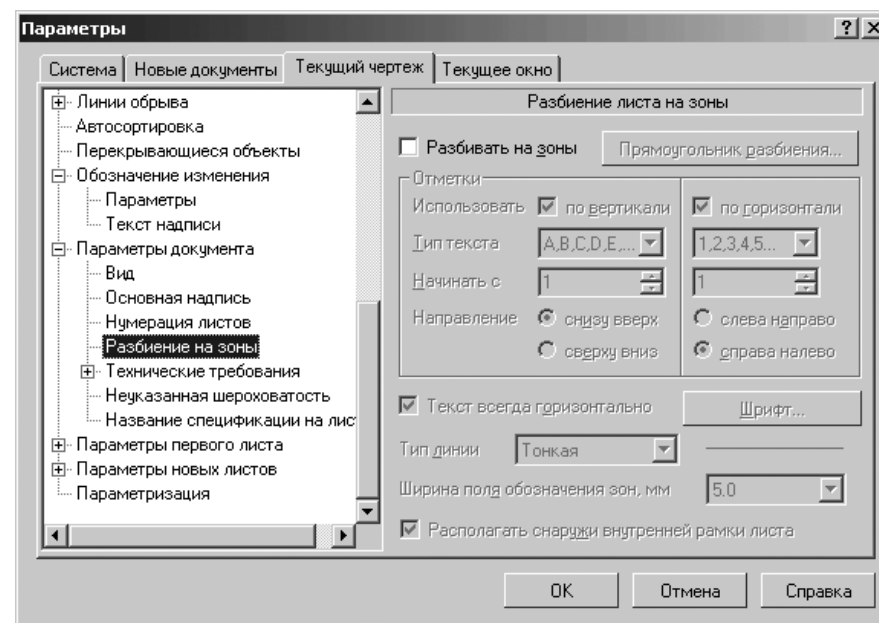

Рис. 10.82. Диалоговое окно **Параметры** с открытой вкладкой **Новые документы (Текущий чертеж)** и панелью **Разбиение листа на зоны**
- щелкните в списке настраиваемых элементов **Параметры документа** по пункту **Разбиение на зоны**. В правой части появится панель **Разбиение листа на зоны**, показанная на рис. 10.82.